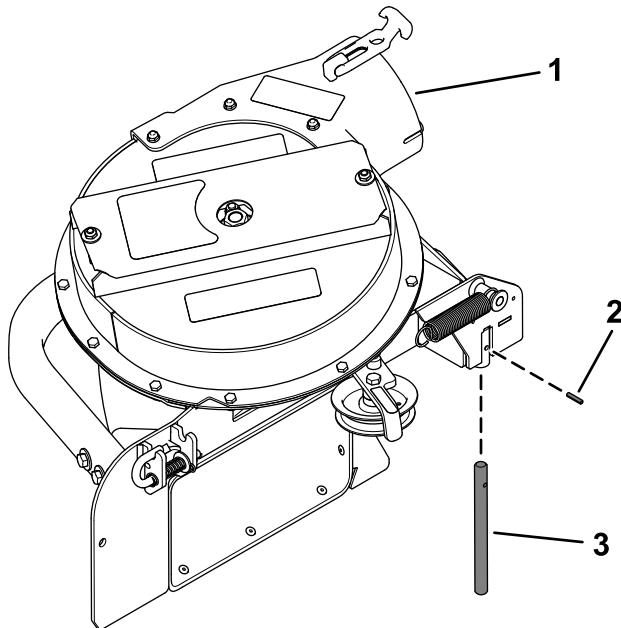
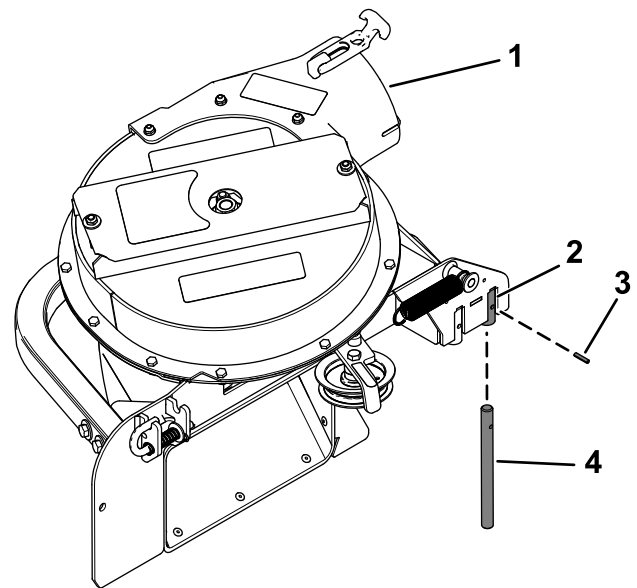

Bild 25
Bild 26
Stellen Sie sicher, dass der Lagerbolzen am Gebläse an der richtigen Stelle ist (Bild 25 oder Bild 26).
- Wenn Sie ein **122-cm- oder 132-cm-Mähwerk** haben, gibt es nur ein einziges Loch für die Installation des Lagerbolzens (Bild 25).
- Setzen Sie den Lagerbolzen an **152-cm-Mähwerken** in das hintere Loch ein (Bild 26).